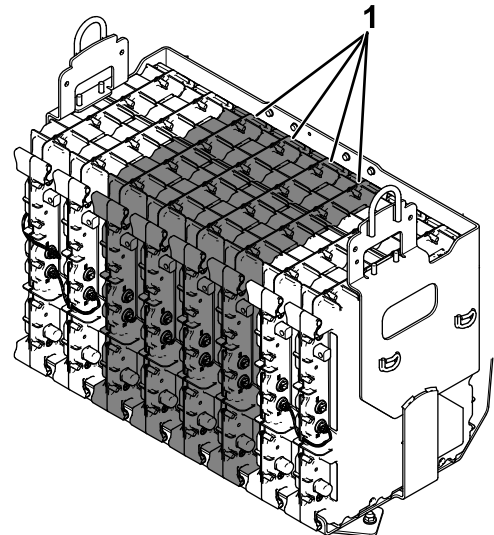

Figure 5
- La Figure 5 montre 4 batteries installées (15 au total) :